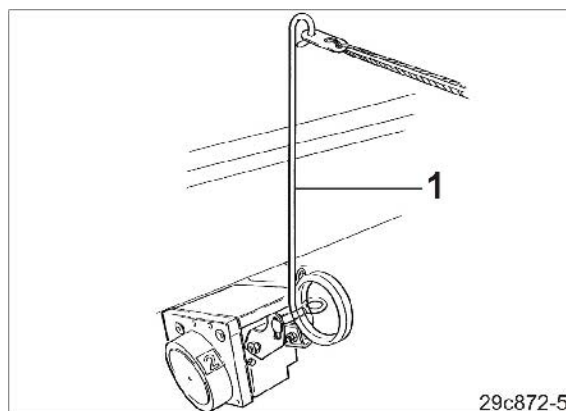

Рис. 132
- o один раз потяните за рычаг управления (Рис. 132/1),